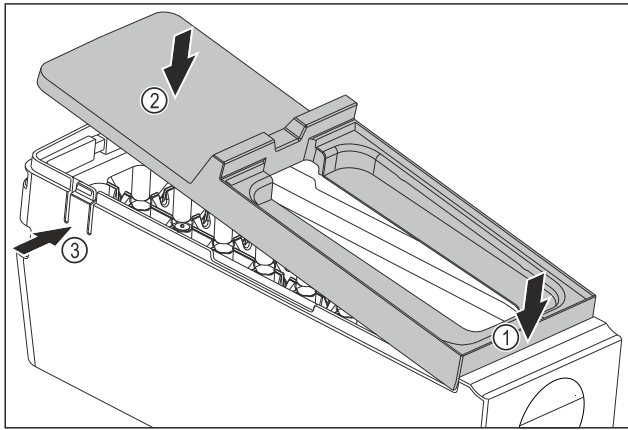

Fig. 124
- ▶ Смонтируйте крышку корпуса EasyTwist-Ice: Установите крышку спереди. Fig. 124 (1)
- ▶ Опустите крышку сзади. Fig. 124 (2)
- ▶ Крышка со щелчком фиксируется в накладках Fig. 124 (3).